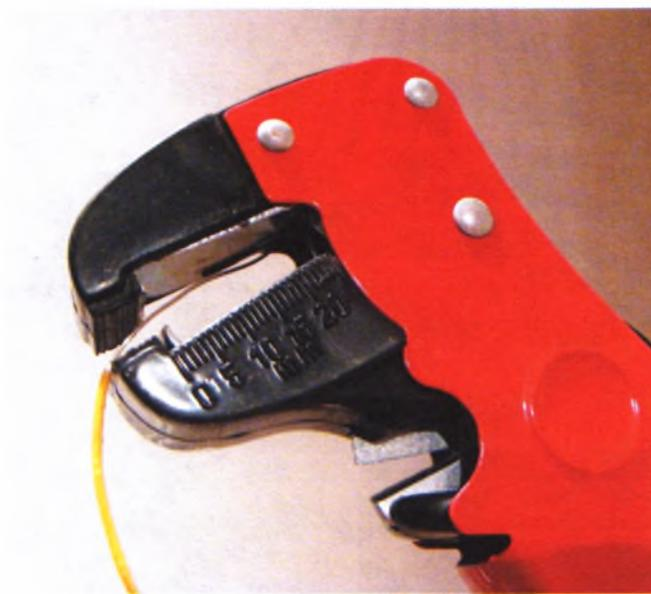

РИСУНОК 6.3
3. Возьмите одножильный провод длиной примерно 20 см и с помощью стриппера (или ножа) зачистите примерно сантиметр изоляции с одного конца. Этот конец прикрепите к контакту A5 платы Arduino. Зачистите примерно 7 см изоляции с другого конца — этот оголенный конец провода и будет антенной, улавливающей электромагнитное излучение (см. рис. 6.3).